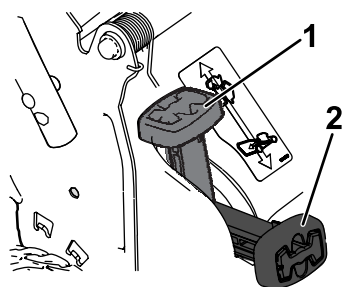

Figura 14
- **Para ensacar los recortes de hierba y hojas**, presione el botón de la palanca de ensacado a demanda y mueva la palanca hacia delante hasta que salte el botón de la palanca (Figura 14).